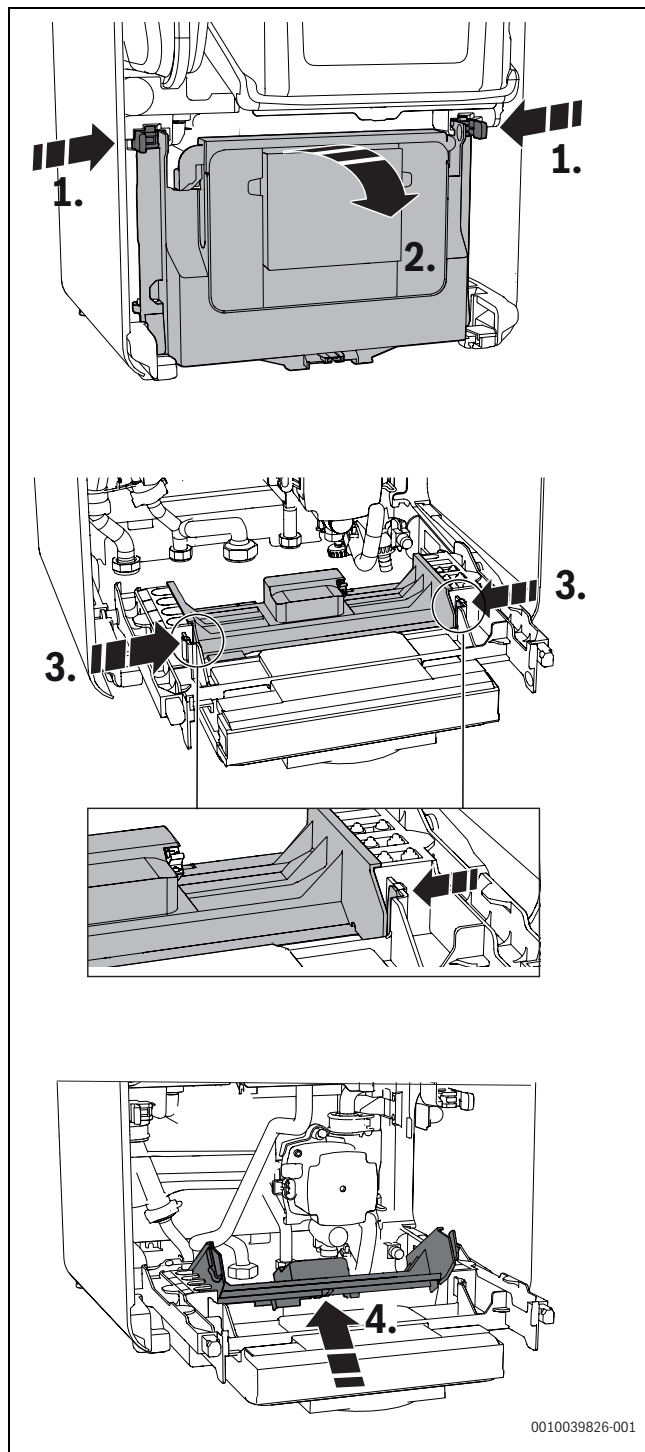

Bild 43 Steuergerät öffnen
- Steuergerät nach unten klappen (→ Bild 43).